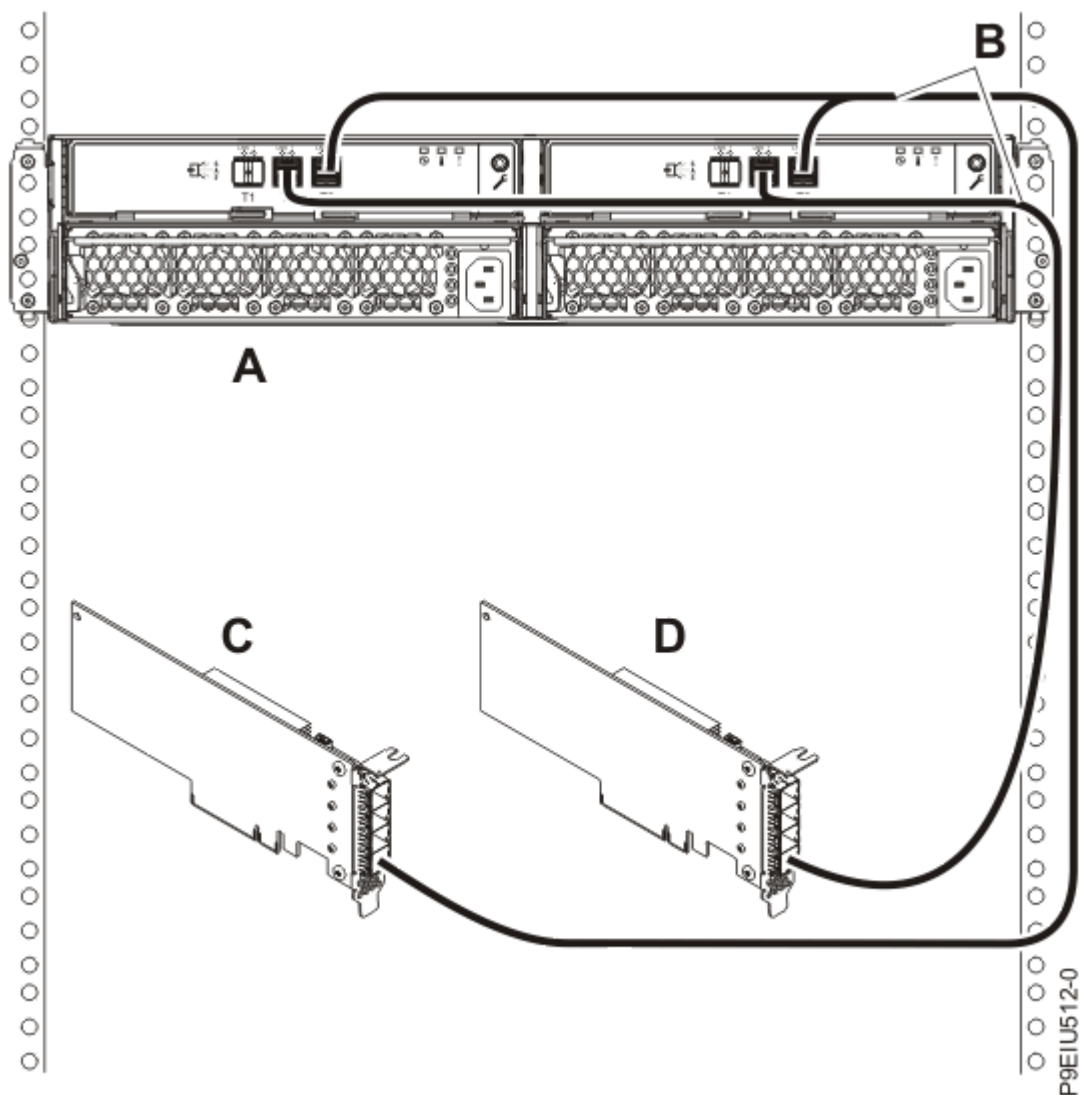

図 18. YO12 ケーブルを使用した、独立した FC EJ0J、FC EJ0K、または FC EJ0M の SAS アダプターへの 1 台の ESLL ストレージ・エンクロージャーまたは ESLS ストレージ・エンクロージャー のモード 2 接続
18. 24 ページの図 18 に示すように、Y012 ケーブル (B) を使用して、1 台のエンクロージャー (A) を 2 つの独立した FC EJ0J、FC EJ0K、または FC EJ0M の SAS アダプター (C および D) にモード 2 で接続します。次に、30 ページの『ケーブルと電源コードの接続およびカバーの取り付け』に進みます。
- 独立 SAS アダプター 1 (C) は他の独立アダプターにはアクセスできず、ドライブ・ベイ D1 から D12 にのみアクセスできます。
- 独立 SAS アダプター 2 (D) は他の独立アダプターにはアクセスできず、ドライブ・ベイ D13 から D24 にのみアクセスできます。